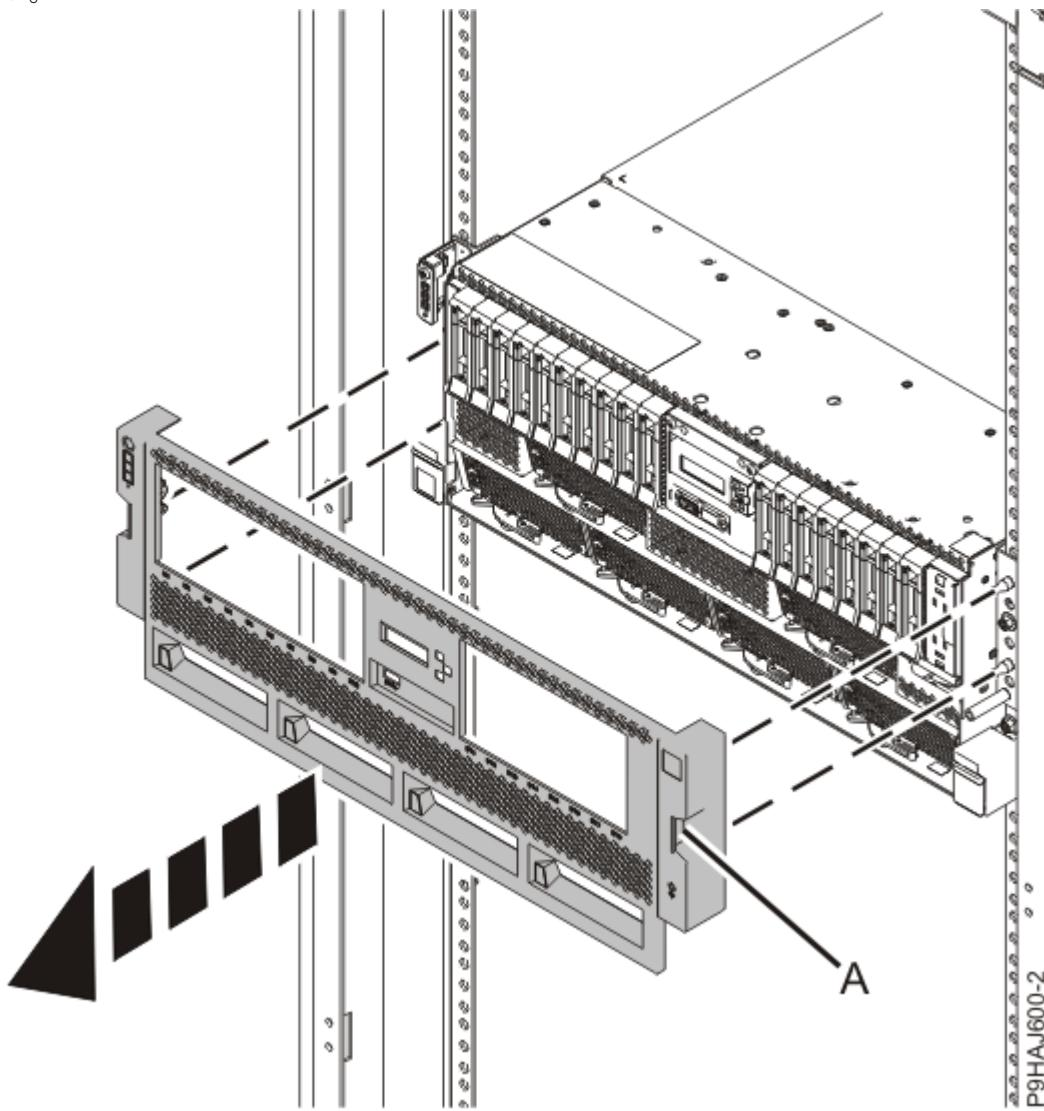

図 97. 前面カバーの取り外し
カバーには、より簡単につかむことができるくぼみ (A) があります。102 ページの図 97 を参照してください。